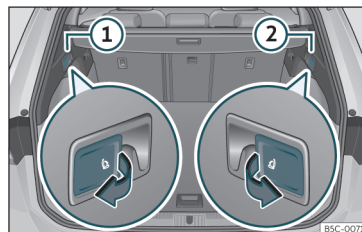

Abb. 107 Im Gepäckraum: Hebel zum Entriegeln der Rücksitzlehne.
- Ziehen Sie am Hebel zur Fernentriegelung auf der linken »» **Abb. 107** ① oder rechten ② Seite der Rückenlehne in Pfeilrichtung. Der entriegelte Teil der Rücksitzbank klappt nun automatisch nach vorn um.